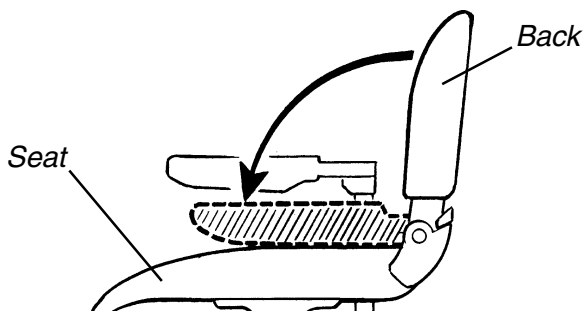

FIGURE 1 -FOLDING/UNFOLDING THE BACK
**FOLDING/UNFOLDING THE BACK (FIGURE 1)**